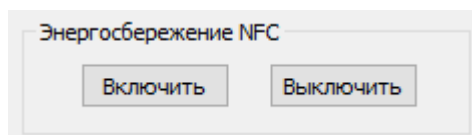

Рисунок 17 – Включение/выключения NFC
- 2) нажать кнопку «Включить» - для включения функции, либо кнопку «Выключить» - для выключения функции (рисунок 17).